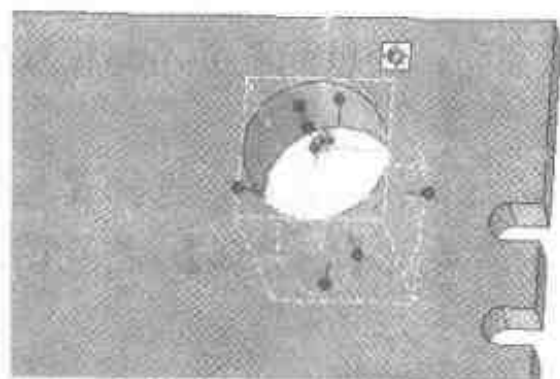

图 2.148 用智能标注对孔定位
- (1) 显示旋转到模具的背面, 将一孔类圆柱体拖放到模具的一角, 孔的直径为 60, 单击按钮, 对孔的圆心进行定位, 如图 2.148 所示。